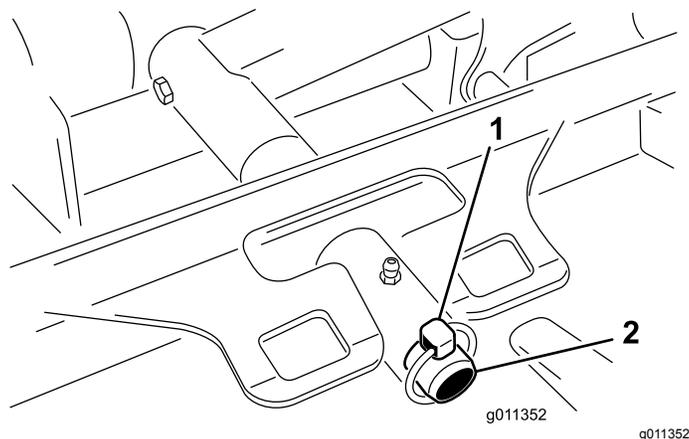

Figura 80
3. Retire el pasador de seguridad que sujeta el bastidor de tiro de la carcasa a la barra de giro del brazo de elevación (Figura 80).
3. Deslice el bastidor de tiro de la carcasa sobre la barra de giro del brazo de elevación. Sujete el conjunto con el pasador de seguridad (Figura 80).